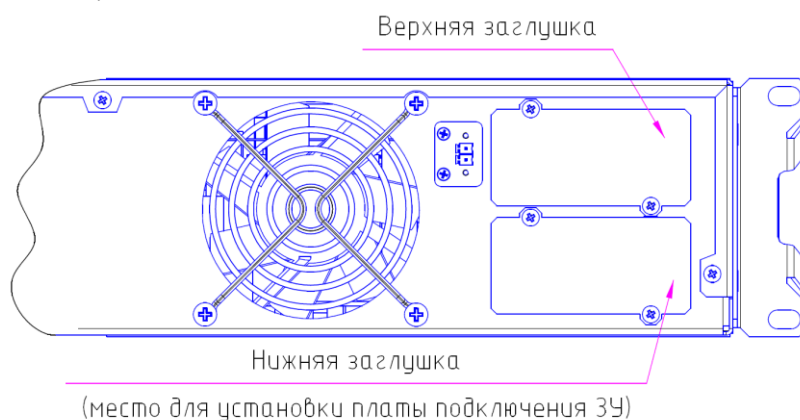

Рисунок 2.1 – Заглушки интерфейсных плат
- в) установить в ИБП вместо нижней заглушки интерфейсной платы (рисунок 2.1) и подсоединить к разъему HU4 (кабель закреплен на заглушке) плату подключения ЗУ из комплекта поставки;